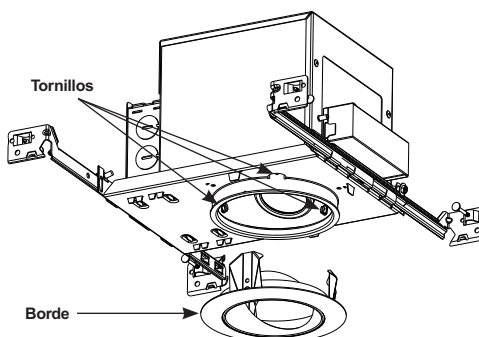

Figura 14
Paso 1. Quite el borde (Figura 14).
Paso 2. Quite los 3 tornillos que sujetan la carcasa interior al marco de yeso. La carcasa interior se deslizará fuera del accesorio (Figura 14).